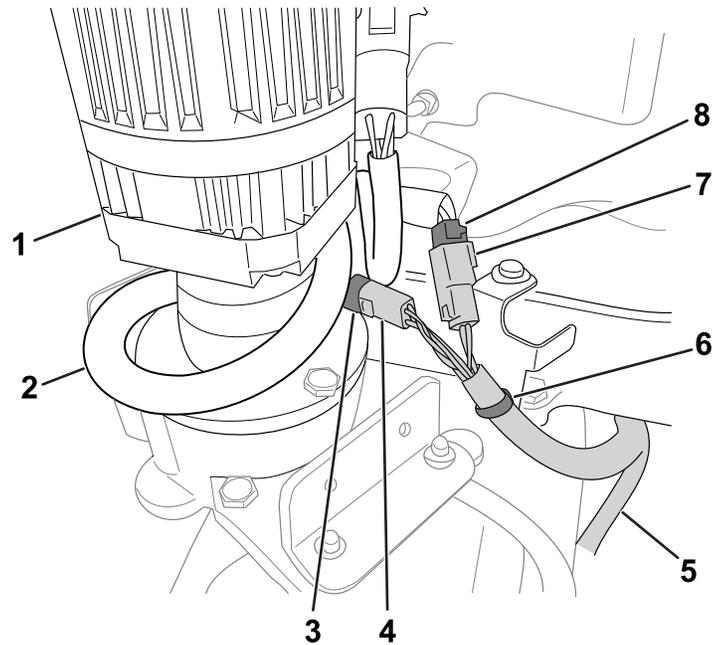

図 6
4. キットのワイヤハーネスの残っているコネクタを、ステアリングモータへ導く 図 6。
5. キットのワイヤハーネスの押し込みファスナーを、図 6 のようにブラケットに接続する。
6. キットのワイヤハーネスのコネクタを、マシンのワイヤハーネスのコネクタに接続する 図 6
8. ワイヤハーネスの余り部分は、図 6 のようにステアリングモータにゆるく巻き付ける。